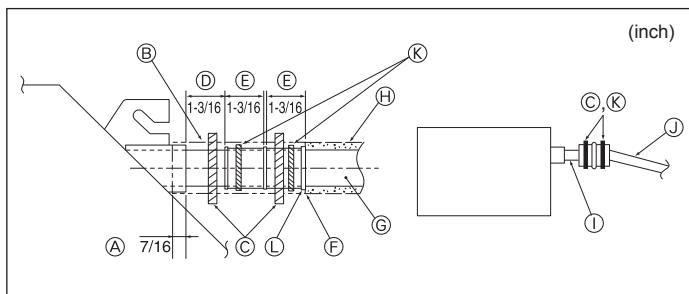

Fig. 4-6
- ⑮ Hasta 500 mm, 19-11/16 inch
1. Conecte el tubo de desagüe (suministrado con la unidad) al orificio de desagüe. (Fig. 4-6)